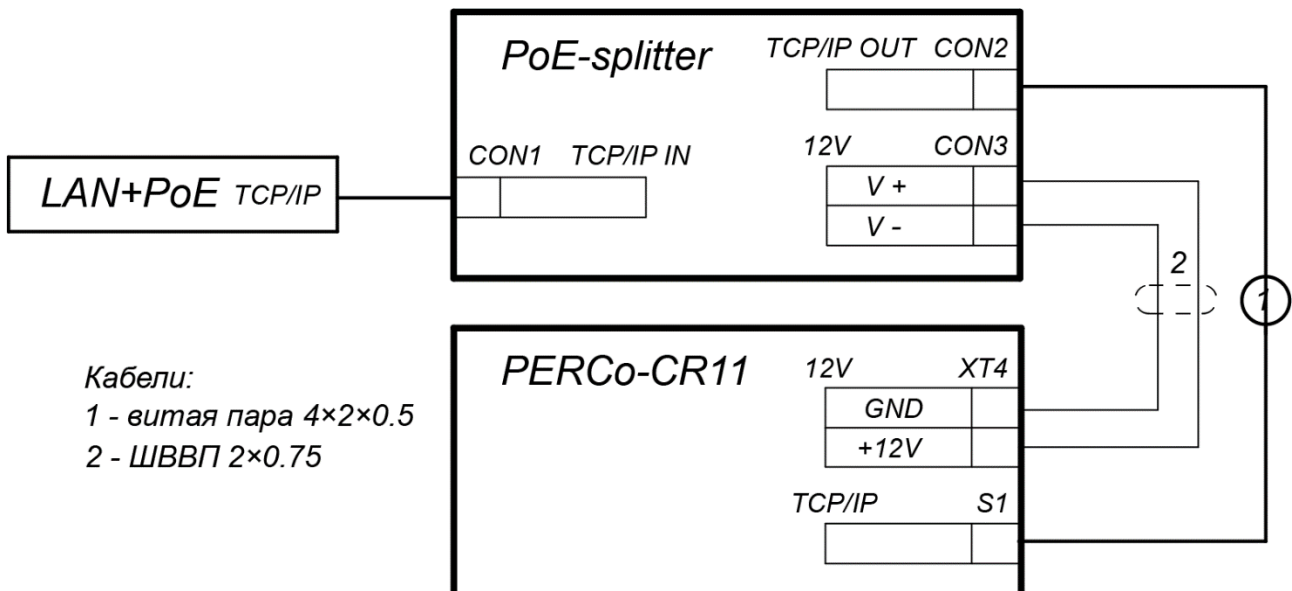

Рисунок 5. Схема подключения терминала через PoE-сплиттер
3. Подключите цепи питания терминала к разъему **Con3** сплиттера. Схема подключения приведена на рис. 5 (штекер для подключения к разъему входит в комплект поставки сплиттера).